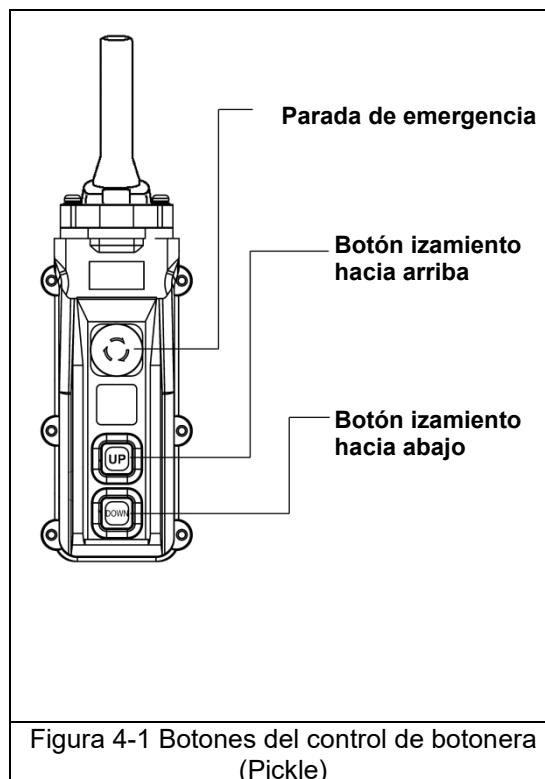

Figura 4-1 Botones del control de botonera (Pickle)
4.3.2 Cuando use el control de botonera (pickle), presione el botón izamiento hacia arriba para elevar la cadena o el gancho de carga del polipasto/tecle o el botón izamiento hacia abajo para bajar la cadena o el gancho de carga del polipasto/tecle como se muestra en la Figura 4-1. Para detener el movimiento, suelte los botones.